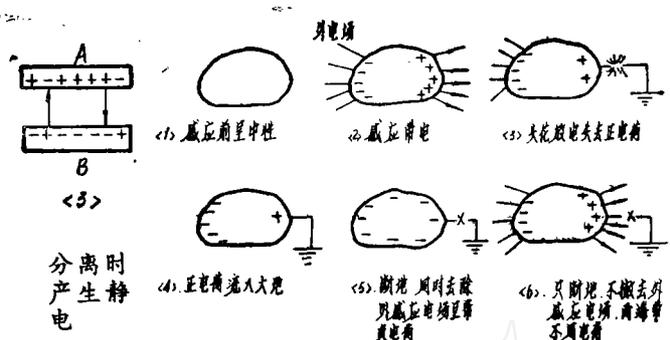

图 3
2. 感应起电: 指物体在外电场力的作用下发生的电荷再分布的现象,当由于火花放电或间断接地而使物体失去正电荷,产生静电,如图3所示。